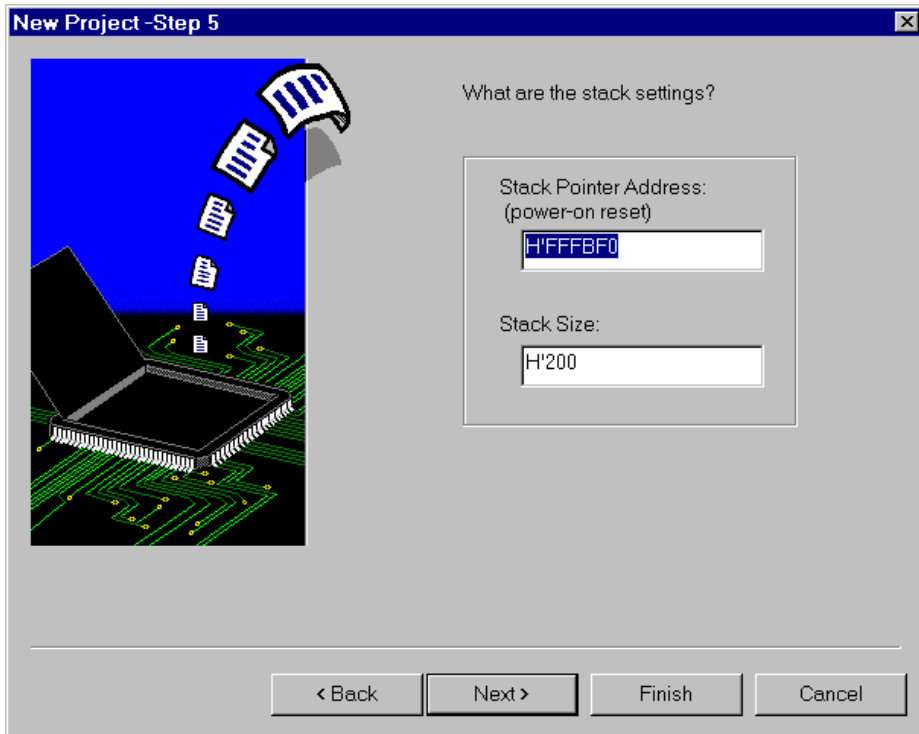

図 1.8 プロジェクトジェネレータのスタック領域設定画面 ( Step5 )
Step4 画面で[Next >]をクリックすると、図 1.8に示す画面を表示します。